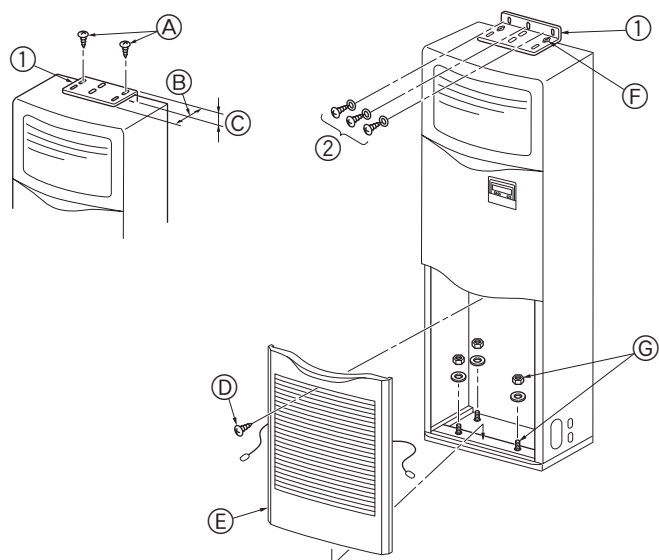

Fig. 3-2
①	Suporte de prevenção de queda	1	Face superior da unidade.
②	Parafusos de derivação (com anilha)	3	Dentro da grelha de admissão de ar.
③	Isolação do tubo de gás (grande)	1
④	Isolação do tubo de líquido (pequena)	1
⑤	Banda	5
⑥	Tomada de drenagem	1
⑦	Casquilho (para o orifício do fio)	2
3.2. Suporte de prevenção de queda (Fig. 3-2)